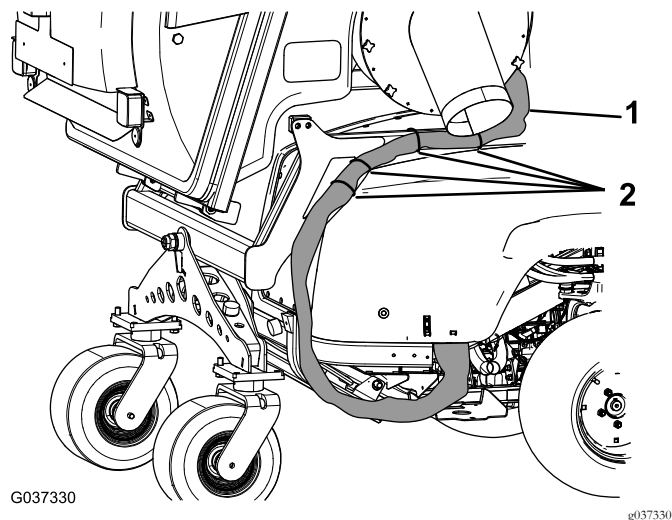

Figura 10
1. Disponete il gruppo dei flessibili idraulici e del cablaggio preassemblato verso il basso sui raccordi precedentemente montati con il Kit modello 30801 o 30898 (Figura 10).
3. Fissate il fascio al telaio portante con 4 fascette per cavi nelle posizioni mostrate nella Figura 10.